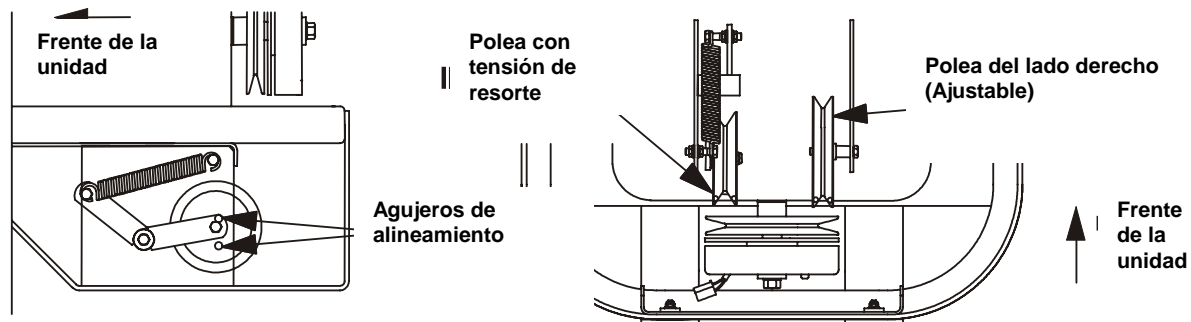

FIGURA 8
- e) Levante la plataforma a la altura de corte de 5" (12.7 cm.) (también posición de transporte) y libere toda la tensión de los dos resortes de levante de la plataforma aflojando las tuercas ubicas al frente de cada resorte. Vea Figura 8.
- g) Ubique un bloque de madera de 3/4 de pulgada (19 mm) bajo cada uno de los armazones de los dos (2) rodillos y ubique uno bajo el armazón del rodillo anti-raleo delantero del centro.
- h) Afloje los pernos de arriba de las dos (2) cadenas en las ranuras de los brazos de levante traseros. Afloje las dos tuercas bloqueadoras y desenrosque los tornillos de ajuste de la parte baja de los brazos hasta que las cadenas se encuentren flojas. Gire los tornillos de ajuste hasta quitar la holgura de las mismas. Ajuste las tuercas bloqueadoras. Apriete los pernos de las cadenas en los brazos de levante de la plataforma asegurándose que no se muevan mientras los ajusta.
- i) Afloje las cuatro (4) tuercas que sujetan los eslabones giratorios (dos a cada lado) hasta que las cadenas delanteras estén sueltas y el frente de la plataforma esta apoyada en un bloque de madera de 3/4 de pulgada (19 mm). NO afloje los pernos/tuercas de las cadenas delanteras.